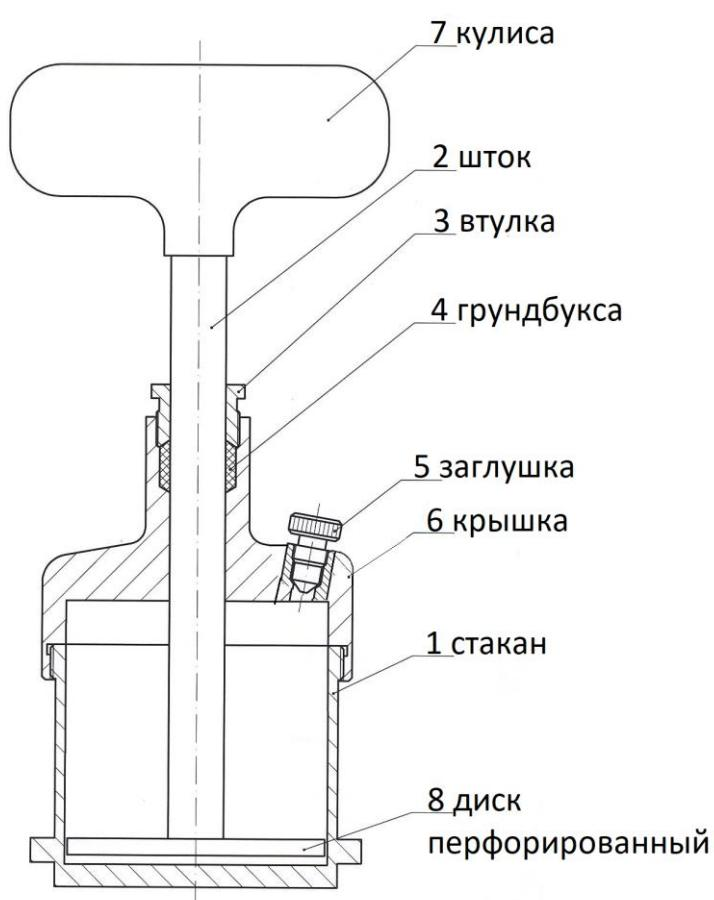

Рис. 4.2 - Смеситель
- 1.3.5 Смеситель (рис.4.2) в соответствии с ГОСТ 1440-78 состоит из стакана 1, штока 2, втулки 3, грундбуксы 4, заглушки 5, крышки 6, кулисы 7 и перфорированного диска 8. При терmostатировании можно установить термометр для контроля температуры подготавливаемой пробы выкрутив заглушку 5.
Проверить затяжку соединения штока 2 (см.рис.4.2) с перфорированным диском 8 (стянуть руками, обеспечить натяг). Ослабление резьбового соединения может привести к самопроизвольному откручиванию перфорированного диска и заклиниванию устройства в процессе работы.
- 4.1.2 Шпателем равномерно наполнить стакан смесителя (см.рис.4.2) смазкой, не допуская попадания воздуха.
- 4.1.4 При навинчивании крышки выкрутить заглушку 5 (см.рис.4.2) для выхода избытка смазки.
- 4.1.5 Опустить кулису 7 до упора, закрутить заглушку 5 (см.рис.4.2). Собранный смеситель установить в термостат. Время выдержки и температура указаны в соответствующих стандартах на методы испытаний смазок.